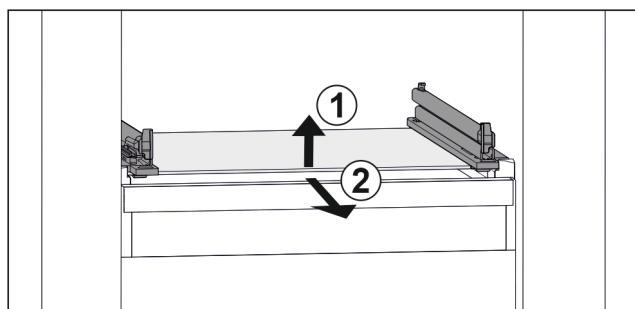

Fig. 34 Примерное отображение стеклянной пластины
- Приподнимите стеклянную пластину спереди. Fig. 34 (1)
- Извлеките стеклянную пластину движением вперед. Fig. 34 (2)